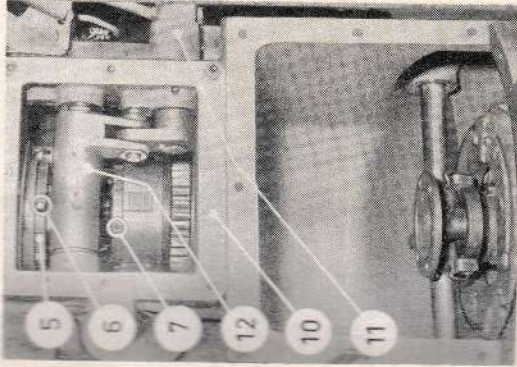

Bild 31
5. 201 Die Einstellung der Kupplung (Bild 24) erfolgt auf der linken Seite des Getriebeblocks. Wird der Kupplungshebel (1) leicht in der Pfeilrichtung angedrückt, dann liegt der Ausrückring Bild 31 (20) an dem Druckring der Kupplung an.